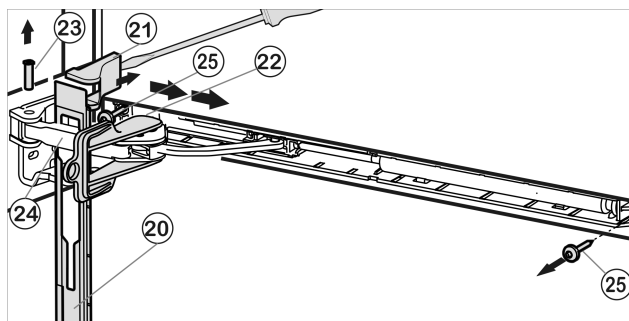

Fig. 10
- Krytku posuňte dopředu přes třmen tlumiče *Fig. 10 (24)* směrem k přístroji.
- Pojistku *Fig. 10 (22)* zaklesněte do podélného otvoru.
- Kryt *Fig. 10 (21)* nadzvedněte šroubovákem z vnější strany a vyjměte ho směrem ven.
- Čep *Fig. 10 (23)* zespod vytlačte.
- Třmen tlumiče *Fig. 10 (24)* tlačte ve směru dveří.
- Krytku *Fig. 10 (20)* sejměte.
- Odšroubujte jednotku tlumiče zavírání (2krát Torx® 15) *Fig. 10 (25)*.